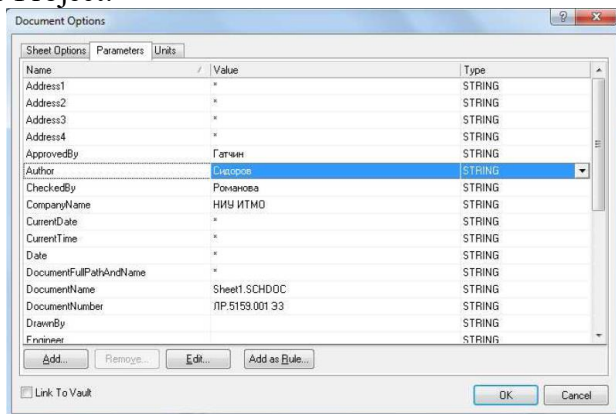

Рис. 25. Параметры документа
7. Выбрать команду Design>>Document Options, после чего откроется окно настроек листа схемы. Выбрать вкладку Parameters и заполнить параметры документа (см. Рис. 25). В колонке Value указать истинное значение.